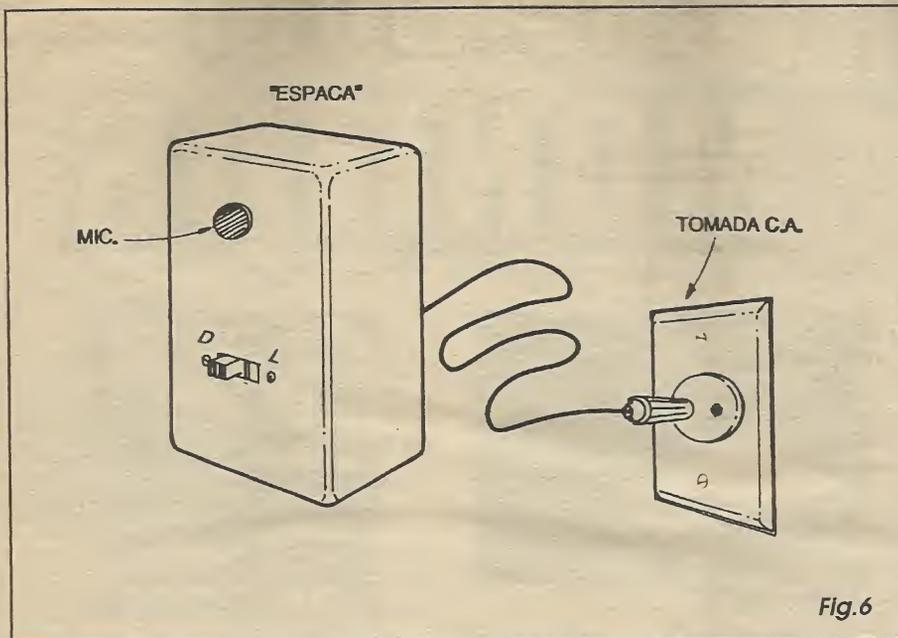

Fig. 6
**- FIG. 6 - ACABAMENTO E UTILIZAÇÃO BÁSICA DO ESPACA...** - É possível *agasalhar* o circuito numa caixinha elegante e funcional, conforme sugere a figura... Entretanto, é bom não esquecer que podemos enfiar a plaquinha dentro de um outro aparelho ou objeto que normalmente fique no ambiente a ser monitorado... Algumas opções lógicas são: dentro de um *abajur*, dentro de uma caixa acústica, no interior de um armário ou atrás de uma estante, desde que (e isso é requisito importante...) exista uma tomada de C.A. próxima para ligação do plugue de saída dos sinais do ESPACA... Com um mínimo de raciocínio *de pra* perceber que fica fácil *camuflar* a instalação/ligação, no caso do *esconderijo* do dispositivo já ser algo que normalmente *deve* ficar ligado a uma tomada (como é o caso de um *abajur*, por exemplo...), quando *estiver* poderá ser aproveitada a conexão normal do dito aparelho à C.A. para também conduzir os sinais do ESPACA... Se a placa ficar escondida, com o microfone, dentro de uma caixa acústica, e bem não esquecer que quando o dito aparelho estiver sendo efetivamente usado para reproduzir música, ficará praticamente impossível captar com clareza qualquer coisa do ambiente, o